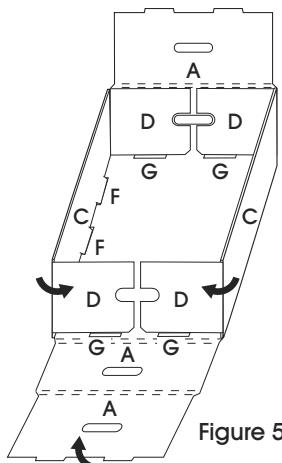

Figure 5
5. Répétez l'étape 3 sur le côté opposé. (Voir Figure 5)